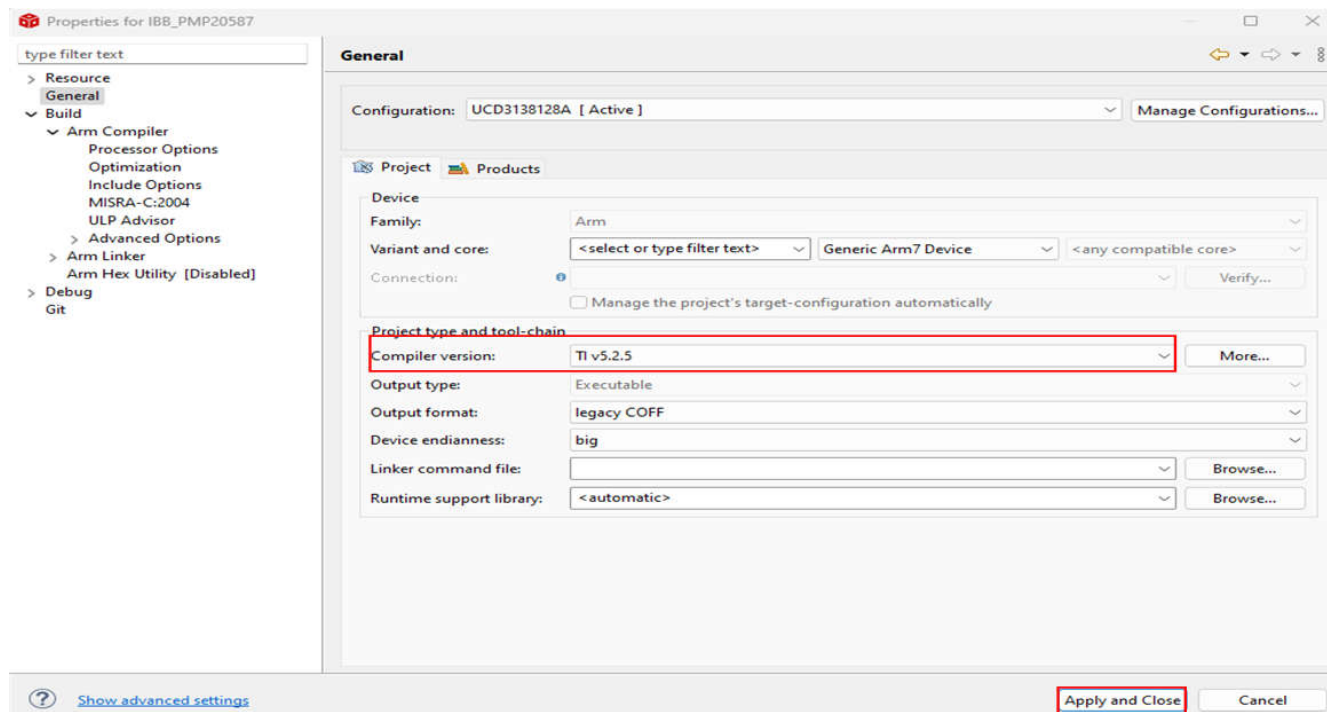

图 2-8. Switch to the compatible compiler version
Step4: 切换编译器到 v5.2.5 如图 2-8 所示。